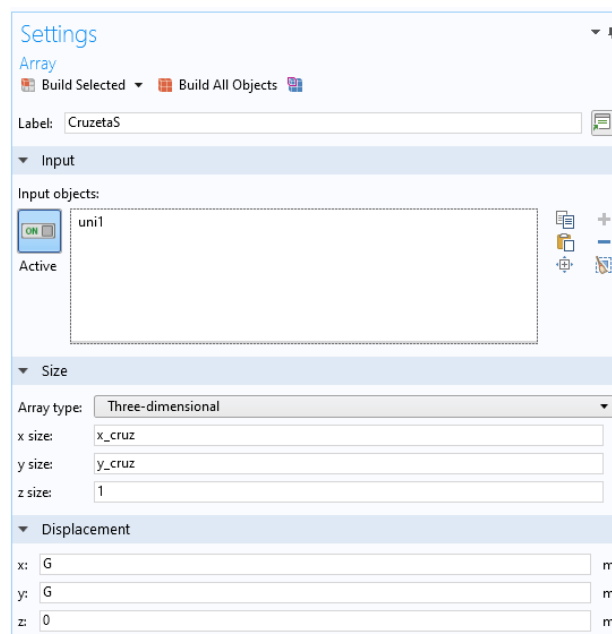
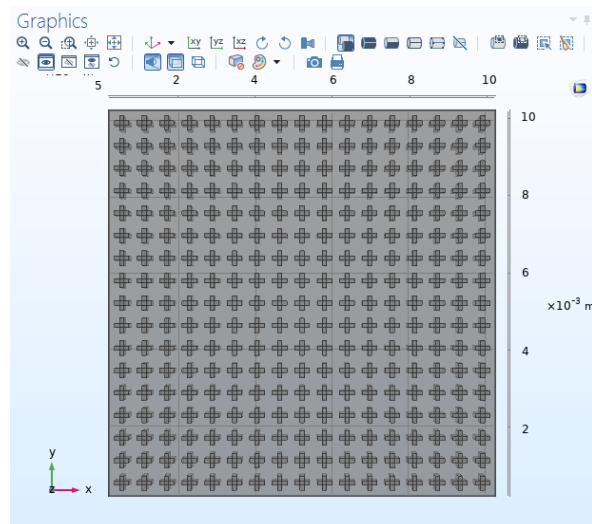

Figura 14
Figura 15
11. Na aba de **Settings** selecione a cruz criada e configure da forma apresentada na Figura 14. Após configurar, clique em **Build Selected** e pode-se obter a Figura 15.